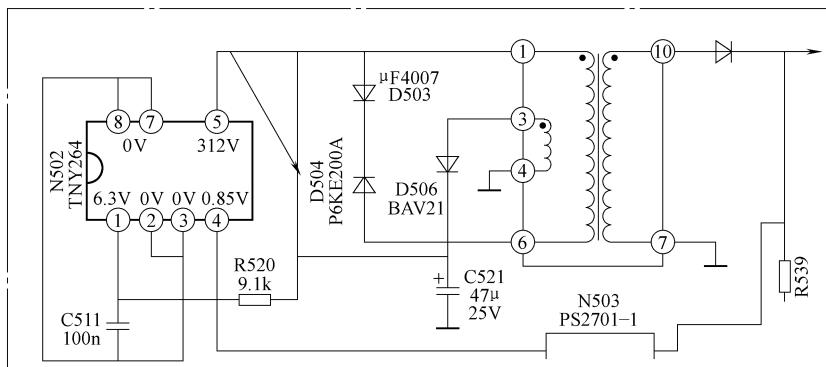

图 5-138 二极管 D504 相关电路截图
1) 5V 电压偏低一般由以下几个原因：①N502 (TNY265) 供电不正常；②稳压环节异常；③反峰吸收电路工作异常。
3) 二极管 D504 相关电路截图如图 5-138 所示。